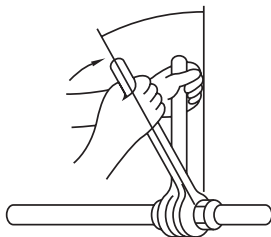

Fig. 5-8
- Breng een dun laagje koelolie aan op het verbingsvlak van de leiding. (Fig. 5-8)